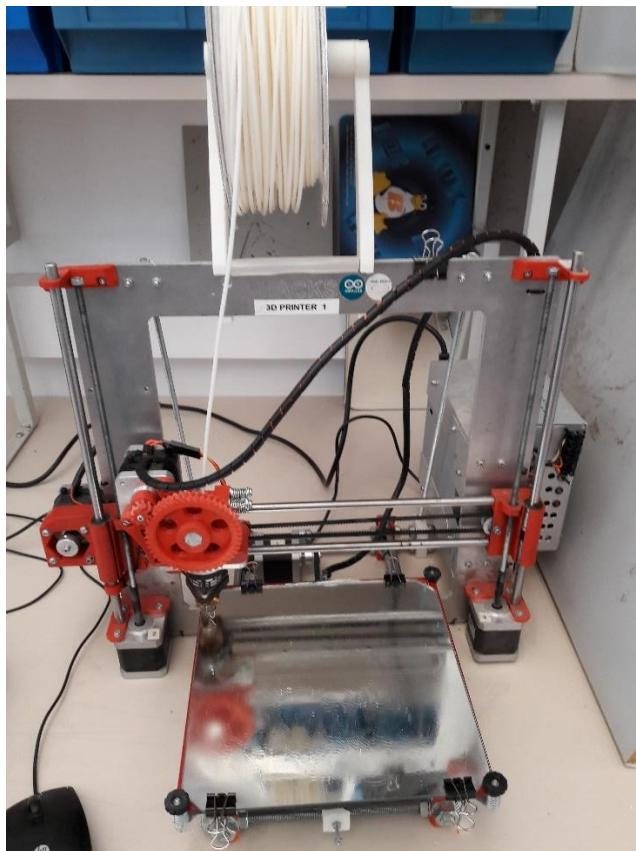

Figura 2: Prusa i3 Single Frame.
2. Filament: És la matèria primera. La bobina de fil sol estar sobre el marc (tal i com es veu a la figura 2) i que va alimentant el hotend. Actualment, hi ha filaments de diferents materials i diàmetres. (No es veu a la foto)